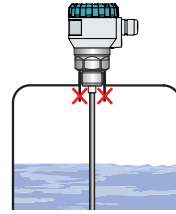

Abb. 6: Falsche Anschweißflanschmontage am Tank
- Das Stutzen- oder Anschweißflanschende darf nicht in die Innenbereiche des Tanks hineinragen, siehe Abb. 6.